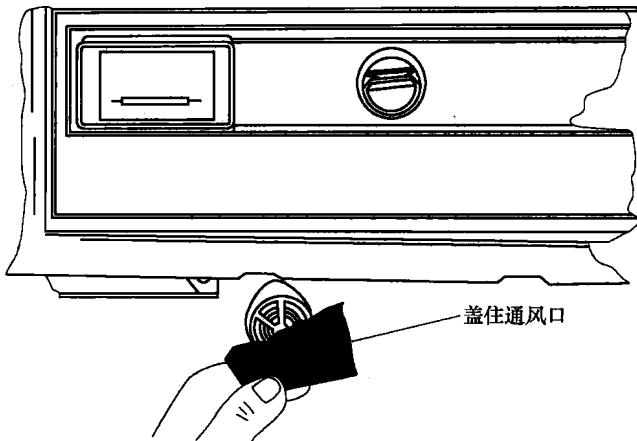

图1-23 车内温度传感器通风装置检测
2) 将一小纸片(5cm×5cm)靠近前车内温度传感器，如图1-23所示，若纸片被吸住，车内温度传感器强制通风装置良好。若没有被吸住，对吸气器型车内温度传感器，检测抽风管道是否密封；对电动机型车内温度传感器，检测车内温度传感器抽风机及线路。该抽风机一般都由空调电脑来控制，在空调系统工作或点火开关打开或车门打开时，抽风机就运转。